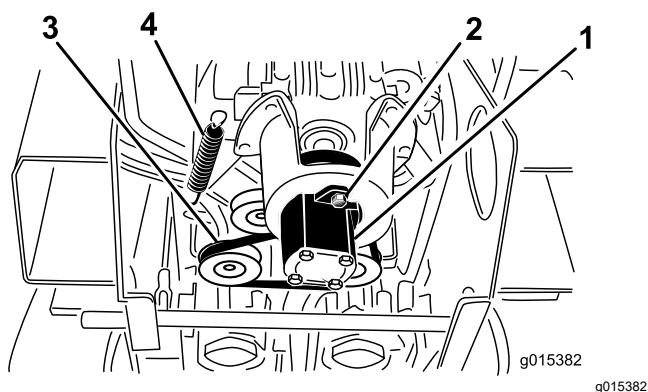

Figura 50
5. Allentate i 2 bulloni della pompa (Figura 50).
6. Ruotate la pompa in senso antiorario e lasciatela uscire dalla puleggia (Figura 50).
7. Servendovi di un tiramolle (contattate il vostro Centro Assistenza Autorizzato) o di un gancio metallico rigido, estraete tirando l'estremità della molla della puleggia tendicinghia dal bullone della molla per allentare la tensione sulla cinghia (Figura 50).